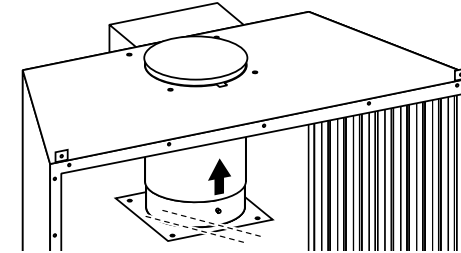

Abb. 5 Anschluß des Rauchkanals
- Montieren Sie das Abzugsrohr (Abb. 5).
- Setzen Sie den Rohrmund wieder fest (Abb. 5).